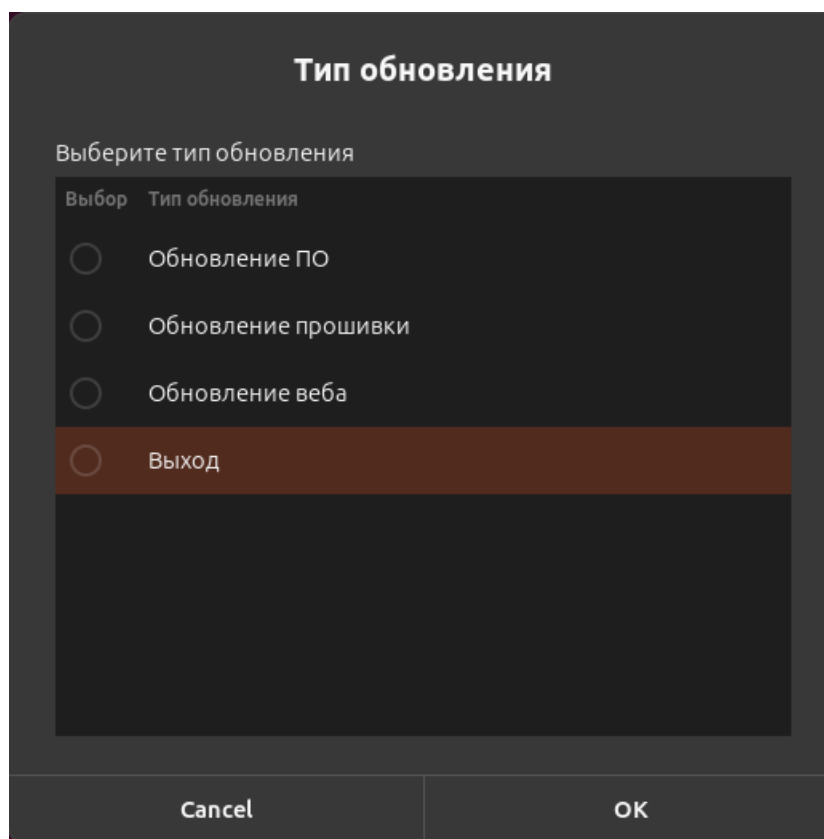

Рисунок II-70 – Диалоговое окно для выбора типа обновления
- 3) Откроется программный интерфейс «Terminal». Отобразится диалоговое окно для выбора типа обновления (см. Рисунок II-70).
Дождитесь появления диалогового окна для выбора типа обновления (см. Рисунок II-70).